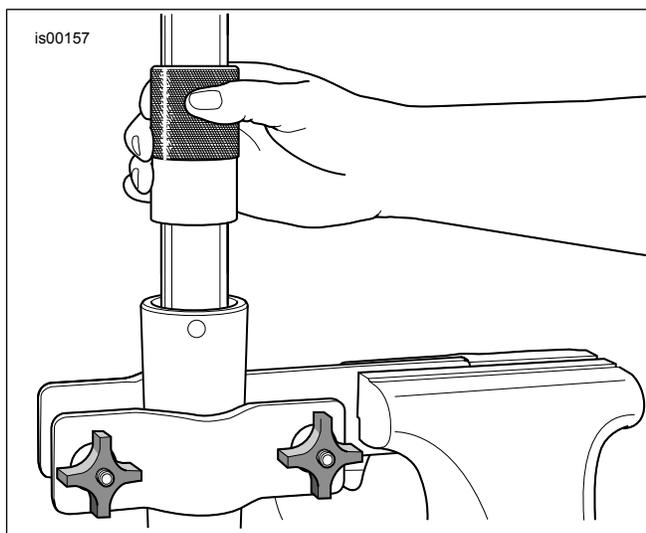

Figura 7. Montaggio del paraolio della forcella
12. Lubrificare Diametro interno (ID) e Diametro esterno (OD) della boccola del fodero (E) con un velo di olio per forcelle pulito.
14. Far scorrere nella canna della forcella la guarnizione di tenuta del distanziale (D) finché non tocchi la boccola del fodero (in un senso o nell'altro).
15. Lubrificare ID di **del nuovo** paraolio della forcella (4) con olio per forcelle pulito.
16. Lubrificare OD del paraolio della forcella (12) con Harley-Davidson Seal Grease.
18. Vedere la figura 7. Munirsi di un attrezzo per guarnizioni di tenuta/boccole della forcella (HD-45305) e procedere come segue:
- b. Vedere la figura 7. Con un attrezzo tipo estrattore inerziale, spingere il paraolio della forcella (con la guarnizione di tenuta del distanziale e la boccola del fodero) dentro la canna della forcella finché la scanalatura del fermo di ritegno non sia visibile all'interno del fodero della forcella.